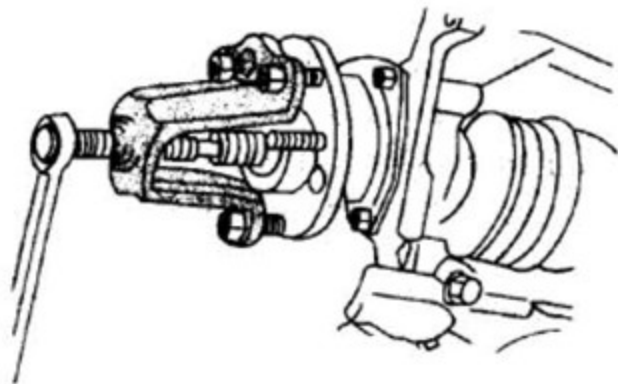

图 5.1-10 分离车轮轴承
- ③ 拆卸制动钳托架及制动钳拆下制动钳体，并将制动钳固定在车身上，使得制动管路不会因的制动钳重量而弯曲甚至被损坏拆卸制动盘。
- ④ 拆卸传动轴螺母。
- ⑤ 如图 5.1-10 所示，用三颗车轮螺母将轮毂芯轴拆卸工具连接到车轮轴承 / 轮毂上分离传动轴与车轮轴承。